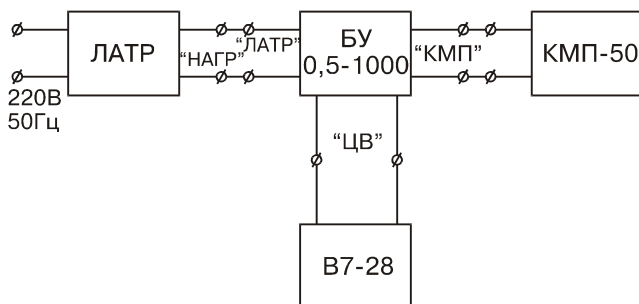

Рис.8.3 Мера магнитной индукции до 50 мТл переменного магнитного поля частотой 50 Гц
8.5.3.3.1 Из комплекта приборов, входящих в состав установки УП-1000, собрать меру магнитной индукции переменного магнитного поля до 50 мТл частотой 50 Гц. (см. рис.8.3).